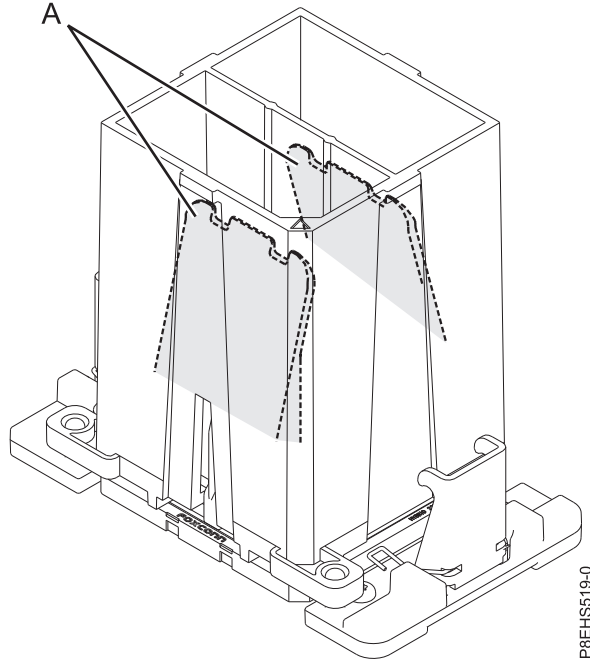

Figure 101. Retrait de l'outil du module processeur système
- c. Une fois que les trous et les broches de guidage de l'outil et du module processeur système sont correctement alignés, appuyez sur les deux pattes de déverrouillage de couleur bleue (**A**) et maintenez cette pression jusqu'à ce qu'une butée soit atteinte, comme illustré dans la figure 101, à la page 101. Ensuite, soulevez l'outil hors du module processeur système.